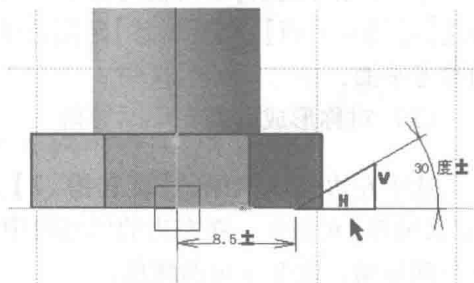

图 2-2 完成尺寸标注后的三角形
8.5mm，再单击约束图标，标注并修改水平线与斜线的夹角为 30°，如图 2-2 所示。